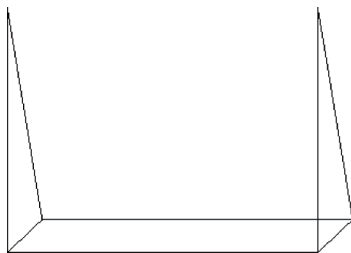

图 2-41 打开模型文件
STEP 01 单击快速访问工具栏中的“打开”按钮，打开模型文件，如图 2-41 所示。